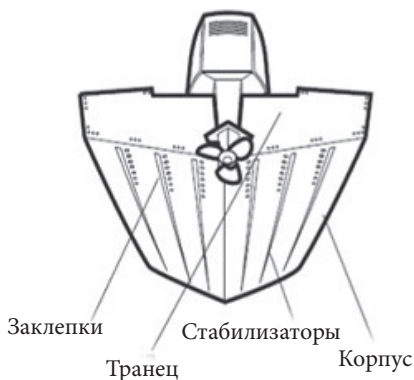

Рис. 1
- При движении лодки турбулентция производится весом лодки и вращением винта по часовой или против часовой стрелки. Самые сильные зоны – обычно за ребрами, стабилизаторами, рядами заклепок на дне лодки и возле пропеллера. Пропеллеры, вращающиеся по часовой стрелке, создают больше турбулентности на левом борту. Лучше всего укреплять датчик не менее 380мм от винта (рисунок 1).